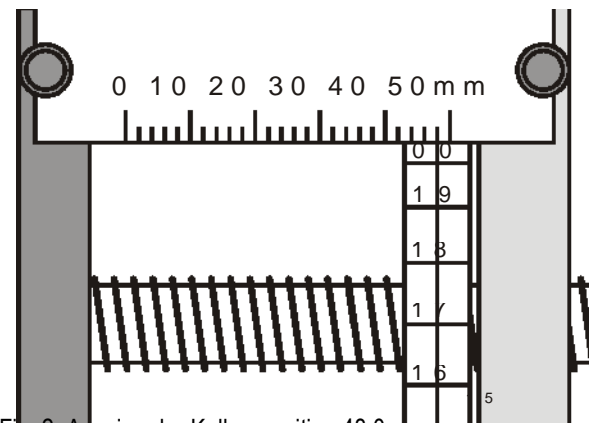

Fig. 2: Anzeige der Kolbenposition 48,0 mm
- Rändelschrauben der feststehenden Skala lösen und die Skala seitlich verschieben, bis der Strich bei 48 mm exakt über der Mittellinie der mitdrehenden Skala liegt (siehe Fig. 2).